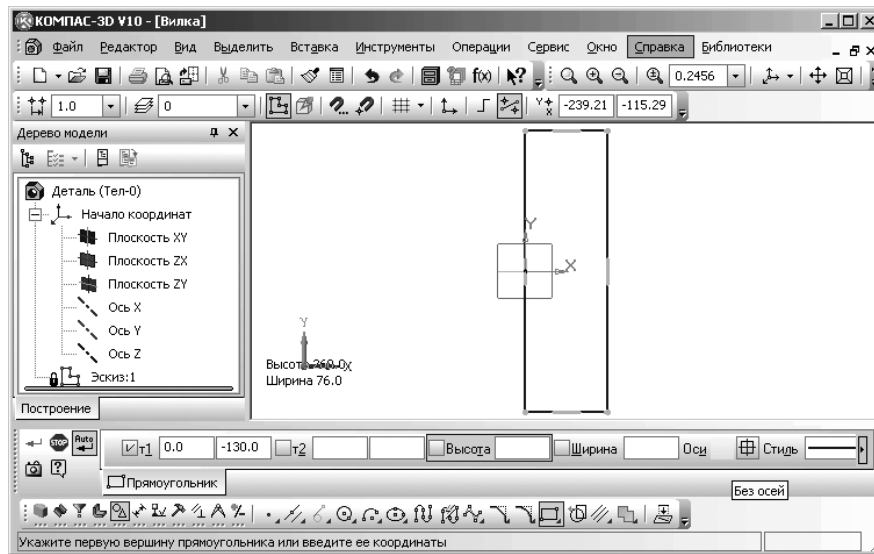

Рис. 3.20. Главное окно системы в режиме завершения создания эскиза **Прямоугольник**
- нажмите на клавишу **F9** для реализации команды **Показать все**. Это состояние системы показано на рис. 3.20;